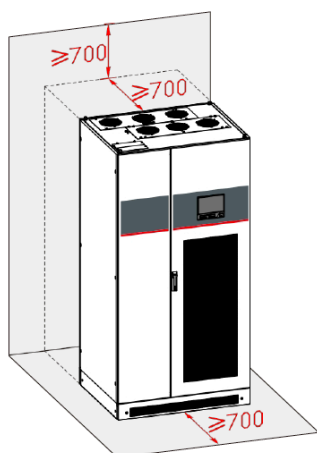

Figura 3-2 Espacio libre de instalación (unidad: mm)
•Mantenga los paneles frontal y posterior del UPS a una distancia mínima de 700 mm de la pared o de los dispositivos adyacentes para una buena disipación del calor y un fácil mantenimiento, tal y como se muestra en la Figura 3-2.
Cuando se combinan sistemas UPS, mantenga una distancia adecuada a la parte delantera o trasera del armario combinado, tal como se indica en la Figura 3-2.